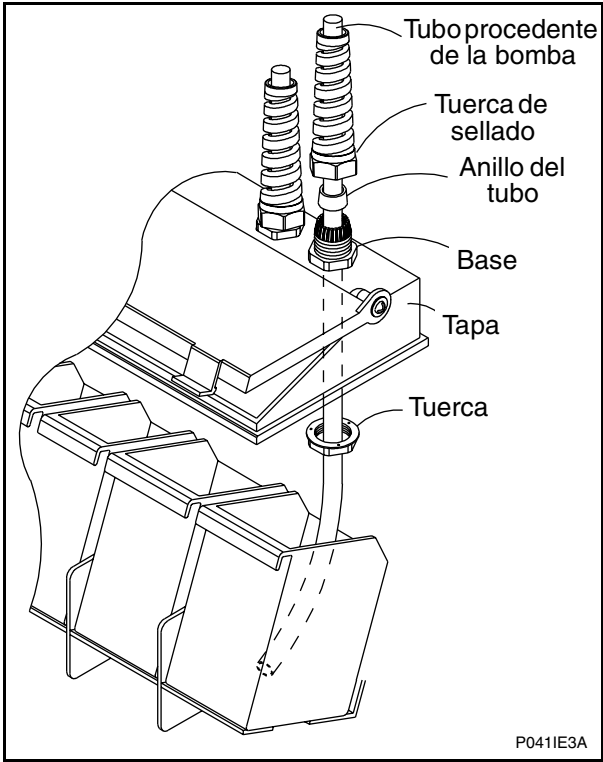

Figura 12
1. Quite los tapones de la base. Vea la Figura 12. Los tapones están montados dentro del anillo de la tubería.